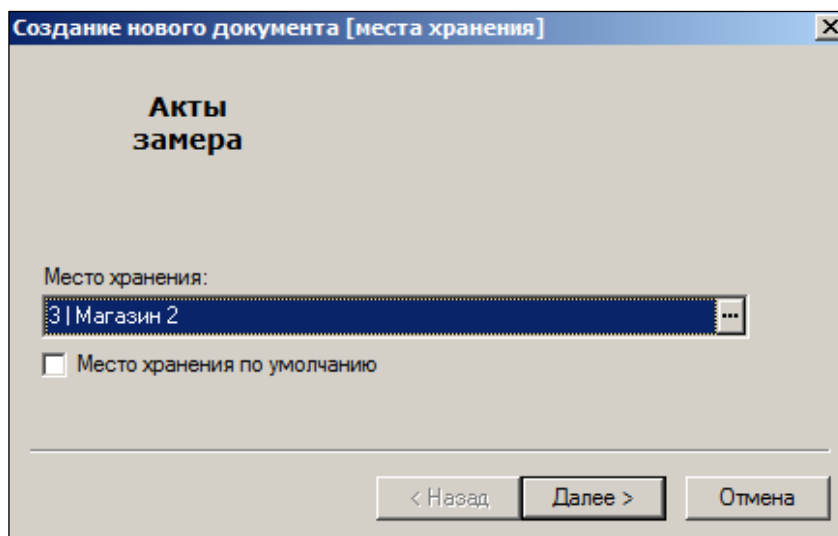

Рисунок 4 – Создание акта замера (1)
2. Из раскрывающегося списка выбрать название места хранения, для которого задается коэффициент пересчета. Если в настройках Торговой системы оно определено как место хранения по умолчанию (**Настройка** → **Место хранения по умолчанию**), необходимо поставить флаг **Место хранения по умолчанию** (Рисунок 4):